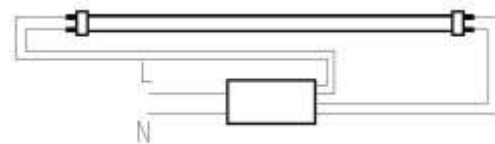
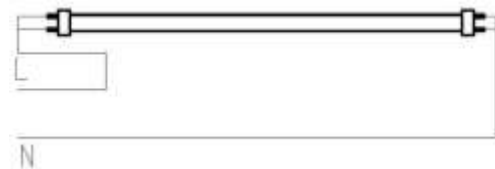

Рисунок 1
Рисунок 2
5.2 Удалить балласт и стартер: Если балласт является электронным, то для его удаления воспользоваться рисунками 1 и 2. Рисунок 1 – оригинальная цепь. Рисунок 2 – цепь готовая к замене. Если используется индукционный балласт и стартер, удалить их согласно рисунков 3 и 4, где Рисунок 3 – оригинальная цепь, Рисунок 4 – цепь готовая к замене. Данные лампы можно устанавливать только в цепи как на Рисунке 2 или Рисунке 4.